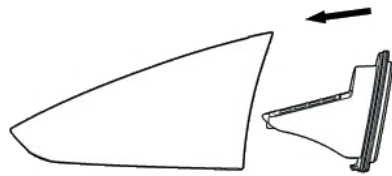

Abbildung 8
- Setzen Sie die Filtergruppe wie in Abbildung 8 unten gezeigt wieder zusammen.